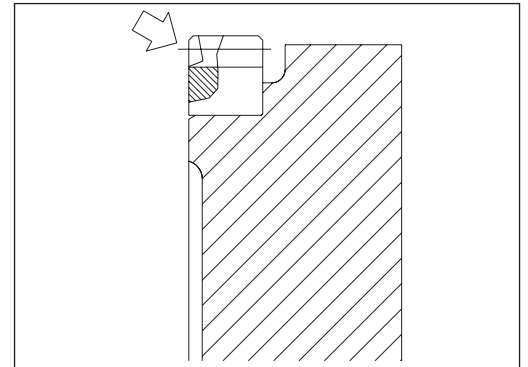

Fig. 43 - Position de la couronne sur le volant moteur.
- chauffer la nouvelle couronne aux environs de 200°C. La poser sur le volant prenant soin d'orienter l'attaque des dents vers le haut, comme indiqué en figure 43.